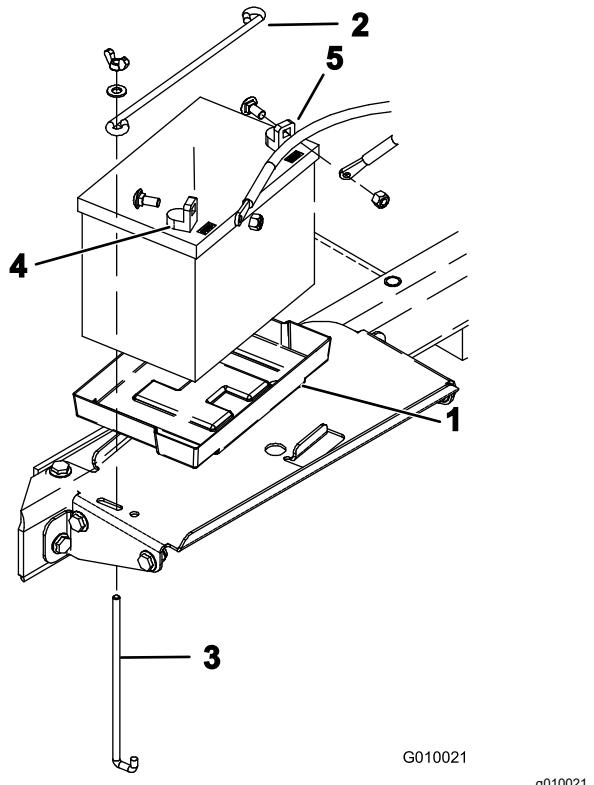

**Figura 13**
1. Destranque e abra a porta do compartimento da bateria (Figura 13).